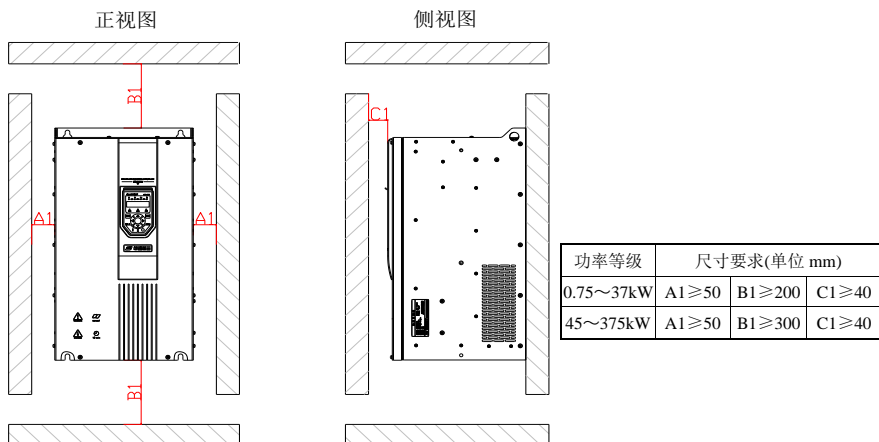

图 3-2 单台机器(Hope530G0.75T4~Hope530G375T4)安装间隔
- 安装空间要求如图 3-2 所示, 需保证变频器有足够的散热空间, 预留空间时请考虑柜内其它器件的散热情况;